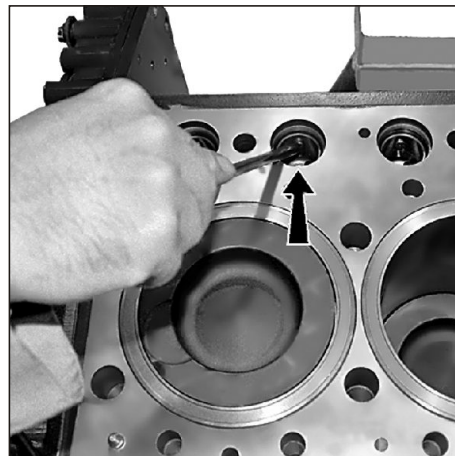

Рис. 25. Снятие толкателей.
4. Снять толкатели в сборе (650.1007180) (см. Рис. 25).